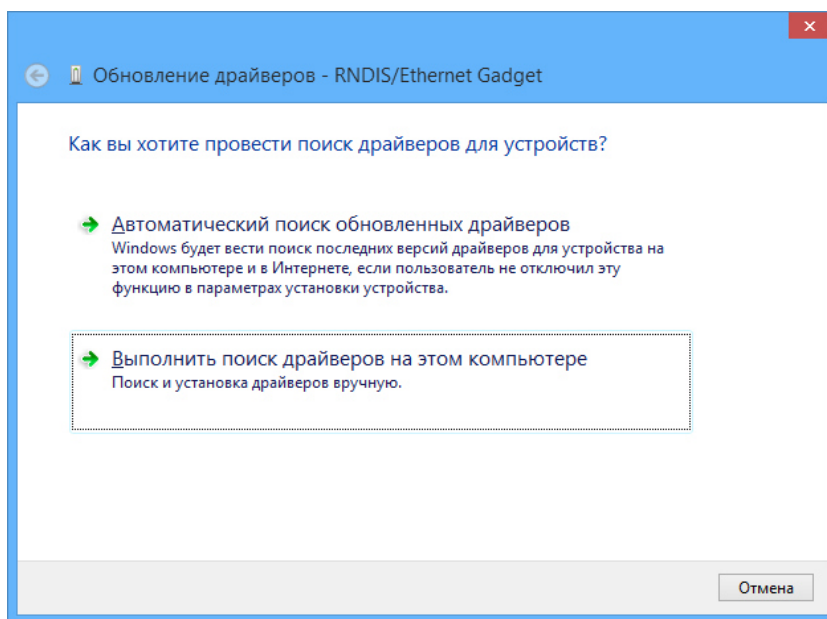

Рисунок 2.5 – Выбор режима поиска драйвера «*RNDIS/Ethernet Gadget*»
5. В открывшемся окне обновления выбрать режим поиска «*Выполнить поиск драйвера на этом компьютере*» (рисунок 2.5).